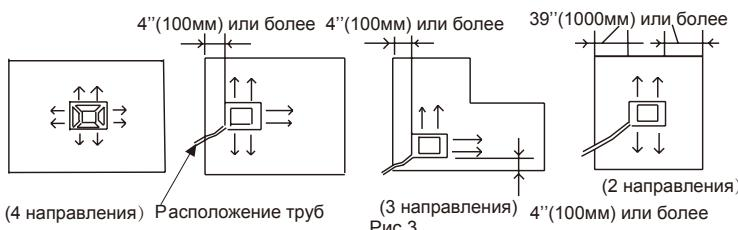

Рис.3
- (1) Очень важно определить постоянное место установки блока, т.к. переместить его в дальнейшем будет достаточно сложно.
- (2) Определите место для установки согласно Рис. 3
- (3) Направление установки обозначено на Рис.3.